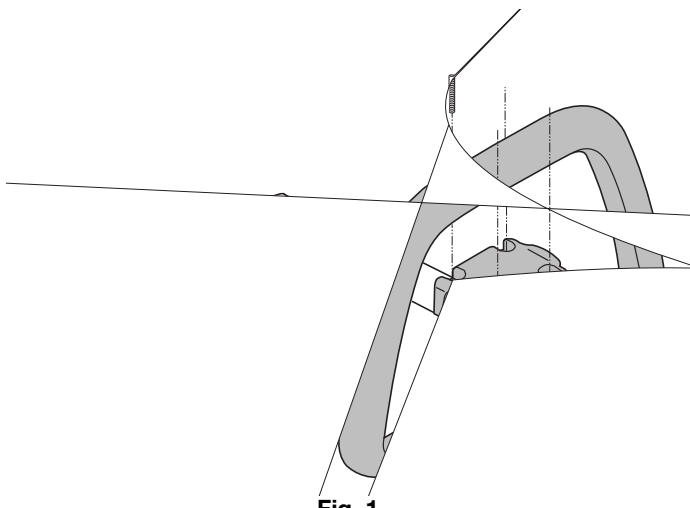

Fig. 1
2. Placez la poignée en D sur le corps de l'arbre et au-dessus de la bride inférieure (Fig. 1). Placez-la à au moins 15,24 cm (6 po) de l'extrémité de la prise de l'arbre.